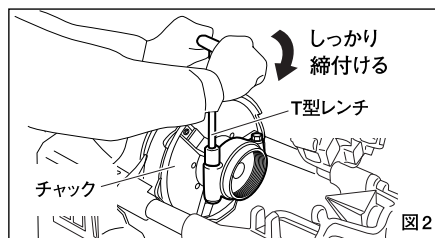

図2
2. 本体 (A) と (B) の間に隙間がないように「六角ボルト」を2カ所「T型レンチ」で締め付けてください。(図2)